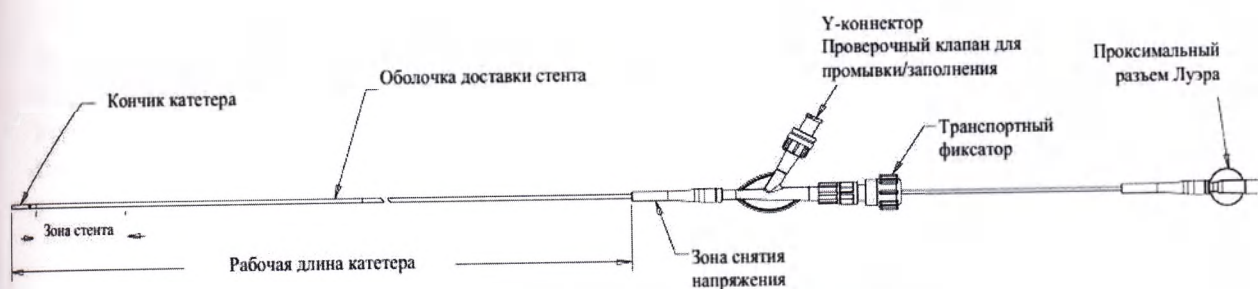

Рисунок 1 – Система доставки стента
- Стентовая система, показанная на Рисунок 1, представляет собой трубчатую конструкцию, состоящую из нескольких просветов: просвета для проволочного проводника, защитной оболочки для доставки стента и защитной оболочки, обеспечивающей стабильность системы, соединенных